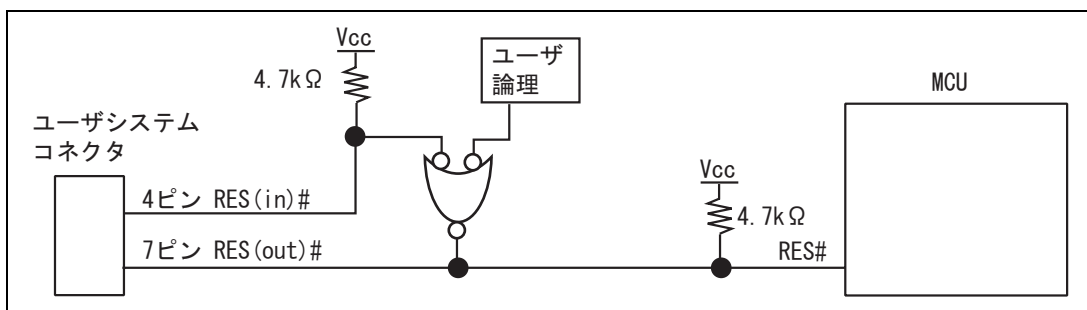

図 1.6 RES#端子の結線
- ユーザシステムコネクタの4ピンのRES(in)#端子はE10A-USBエミュレータがMCUに対して出力する信号線です。ユーザ論理のリセット回路と4ピンのRES(in)#端子を図1.6のようにして、MCUのRES#端子に接続してください。また、ユーザシステムコネクタの7ピンのRES(out)#端子はE10A-USBエミュレータがMCUのRES#端子をモニタする信号線です。プルアップの上、ユーザシステムコネクタの7ピンに接続してください。